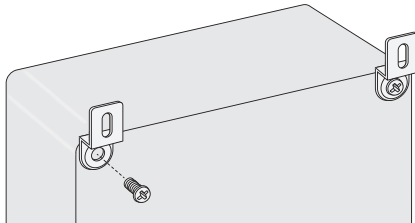

Figura 6 - Montaje del Gabinete
1. Fije los soportes de montaje a la parte posterior del gabinete con los cuatro tornillos provistos, como se muestra en la Figura 6.